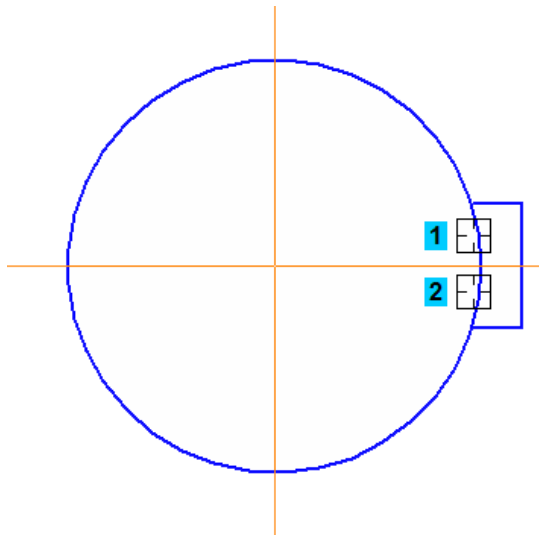

Рисунок 17.
- Удалите два участка окружности между горизонтальными линиями паза (рис. 17).